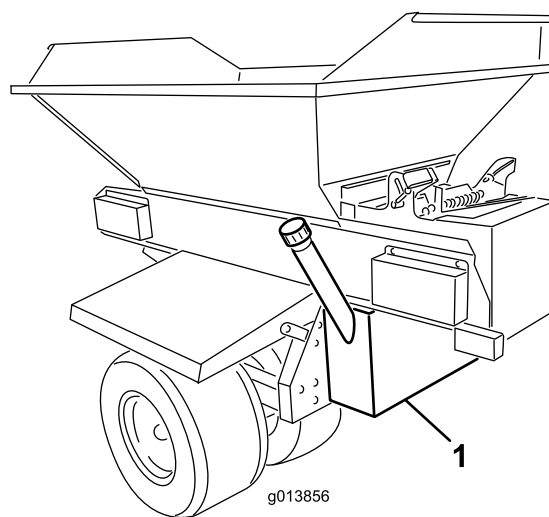

Figura 1
4. Suporte o depósito hidráulico por baixo e posicione o depósito contra a parede traseira do chassis do ProPass. O depósito deve ser centrado de forma uniforme à direita e à esquerda e deve ser posicionado verticalmente (Figura 1).